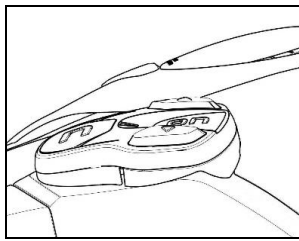

Fig. 22
- Le positionnement correct du clavier est illustré aux Fig. 22, 23.